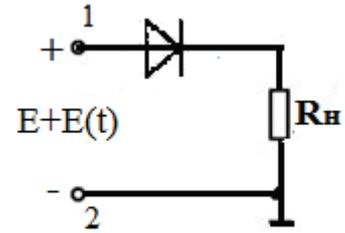
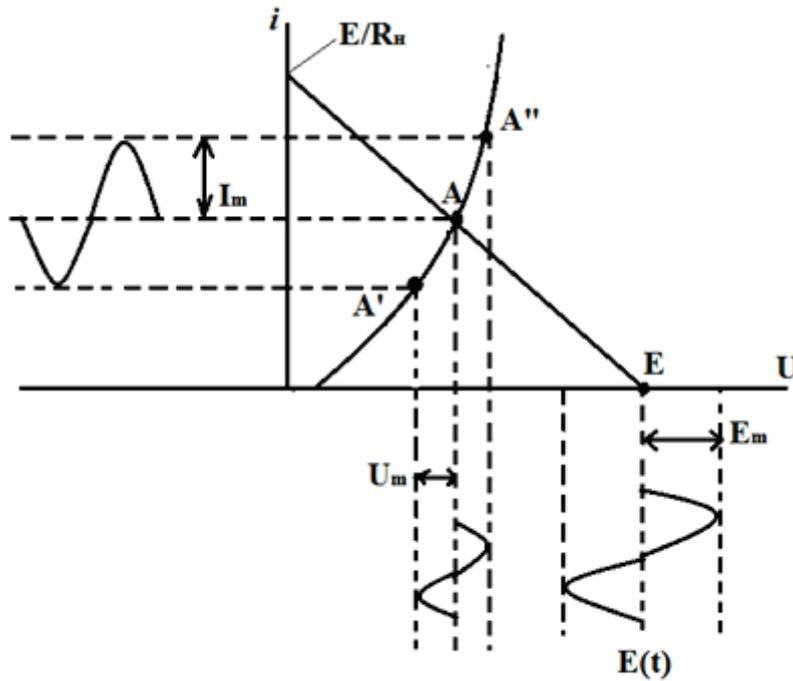

Рис.1.9
Рис. 1.10
6. К диоду приложено, кроме постоянного напряжения E , ещё и переменное $E(t)$. Точки приложения E и $E(t)$ – одни и те же («1» и «2», рис.1.9). Поэтому $E(t)$ перемещает нагрузочную прямую $E-R_H$ параллельно самой себе. Рабочая точка движется по ВАХ: $A' A''$ (рис.1.10).